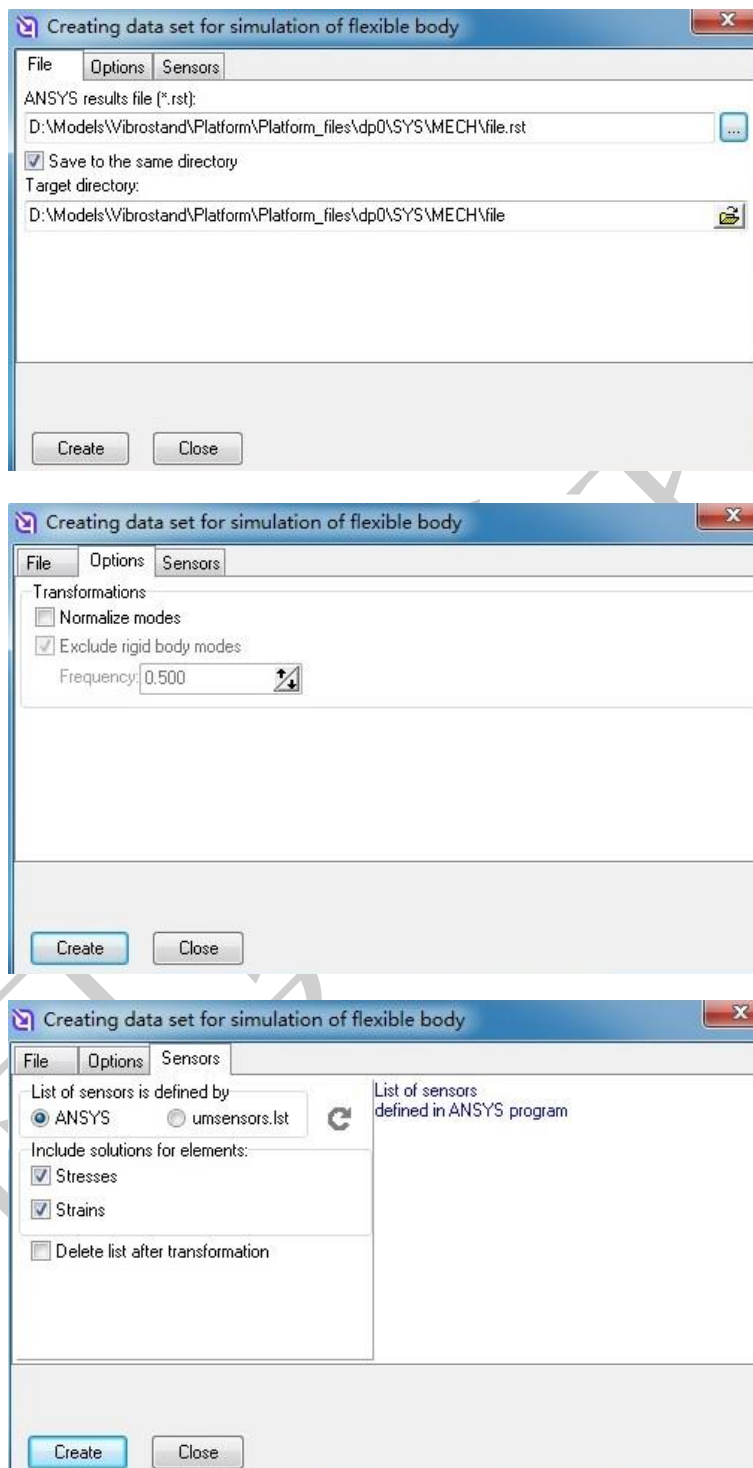

图 2.9
16. 手动运行 UM 安装目录下的 **ANSYS_UM.EXE**，选择 **.rst** 文件（缺省名字为 **file**），按图 2.9 进行设置，生成 **input.fum** 文件。